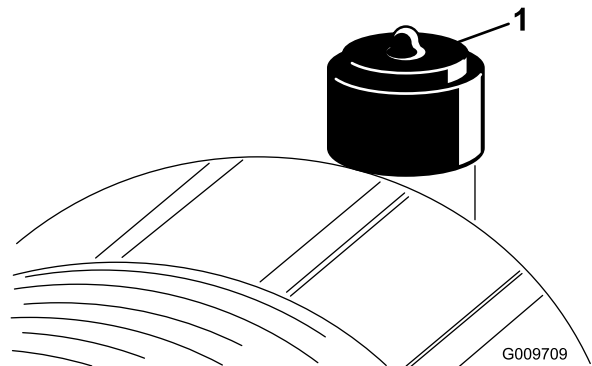

Figure 45
Faites l'entretien du filtre à air uniquement quand l'indicateur de colmatage indique que cela est nécessaire (Figure 45). Changer le filtre à air prématurément ne fait qu'accroître le risque de contamination du moteur par des impuretés quand le filtre est déposé.
2. Réarmez l'indicateur de colmatage (Figure 45) s'il est rouge.